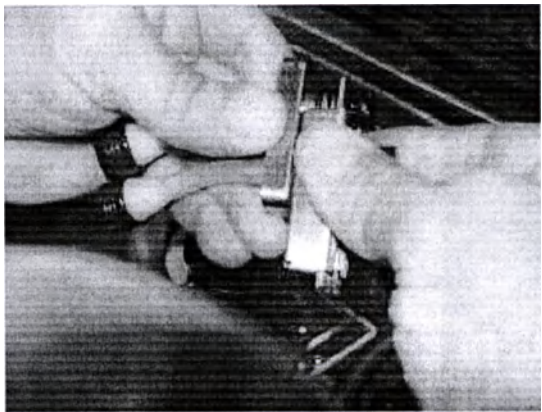

Рисунок 13 – Соединение адаптера с коннектором репроцессора
- нажать на соединитель адаптера по направлению к коннектору репроцессора и сдвинуть соединитель в этом положении относительно коннектора до упора, зафиксировав тем самым соединение адаптера с коннектором репроцессора (рисунок 13);